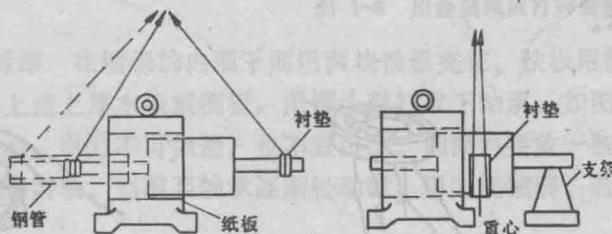

图 1-5 较大转子吊装示意图
4) 抽出转子 抽出转子应小心缓慢，特别要注意不可歪斜着往外抽，应始终沿着转子轴径的中心线向外移动，防止转子碰伤绕组。必要时应在转子下面气隙和绕组端部垫上厚纸板。对于30kg以内的转子，可以直接用手抽出。较重的转子则需用吊车吊出，如图1-5所示。用钢绳套住两侧转轴，绳下加衬垫，用吊车吊起转子慢慢移出，将转子重心移到定子外边。如轴伸端太短，可用钢管内衬厚纸板套住转轴，如图1-5中虚线所示。当转子重心移到定子外边后，在轴端下放一合适的高度，支架将转子托住，将钢绳套在重心位置上，然后将转子全部移出。